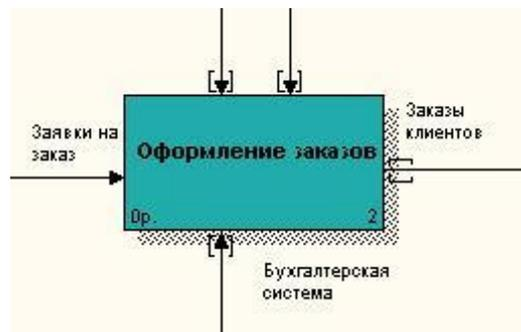

Рис.3. Диаграмма A2
- На родительской диаграмме A2 тоннелируйте (Change to Tunnel) стрелки, подходящие и исходящие из работы «Оформление заказов» Рис.3.